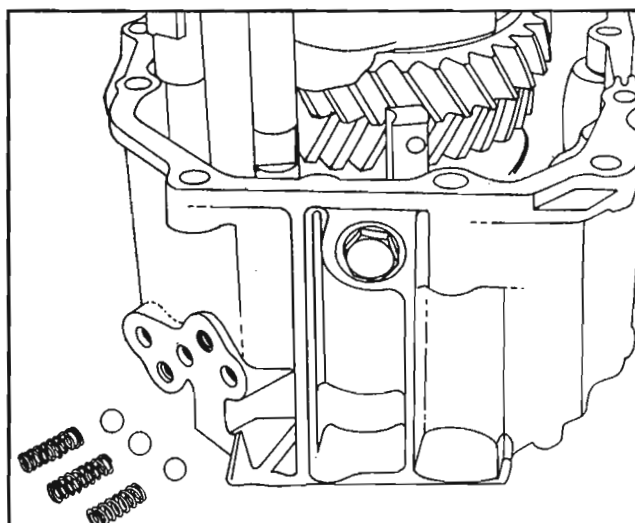

Fig. 24
Afloje y quite los tornillos (144) de la cubierta del fijador. Quite los muelles (141 y 142) y las bolas (138). Fig. 24